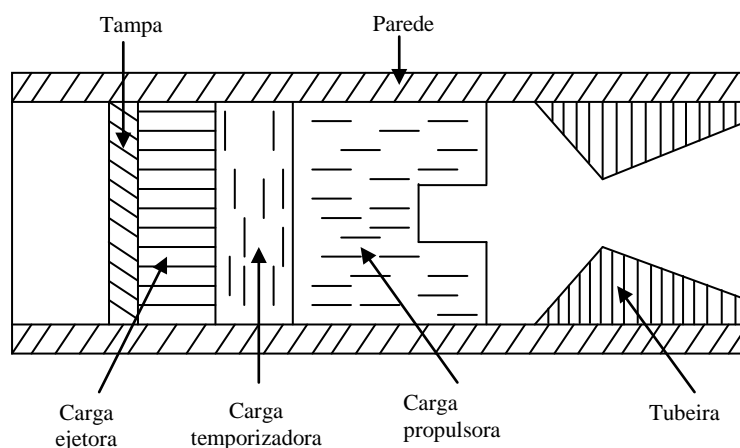

Figura 1. Componentes do motor-foguete de espaçomodelo.
O esquema da Figura 1 mostra a estrutura típica de um motor-foguete de espaçomodelo (EM). Seus componentes são: